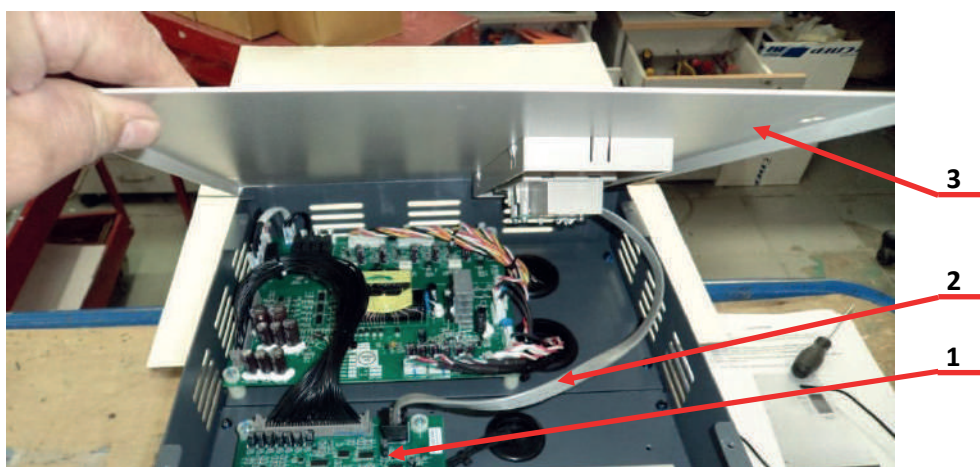

Рис.6.4
- 6.2.2. Приподнять большую верхнюю крышку поз.3, как показано на рис. 6.4. Отсоединить разъем RG45 кабеля, поз.2, монтажной рамки от платы ЦП поз.1 (рис.6.4). Положить крышку в тару 3.1.16.